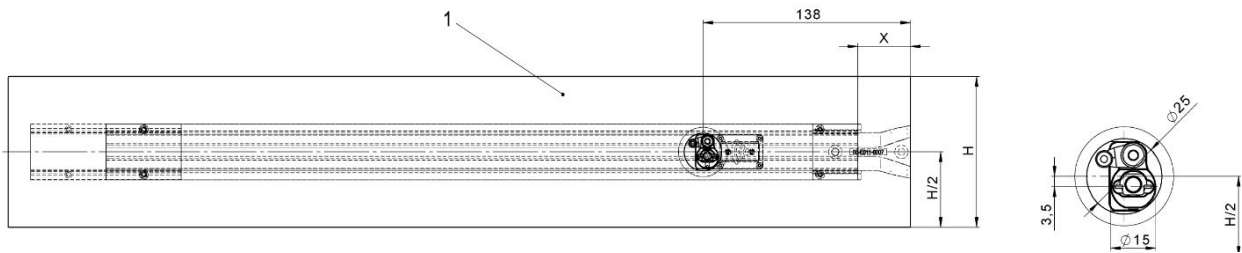
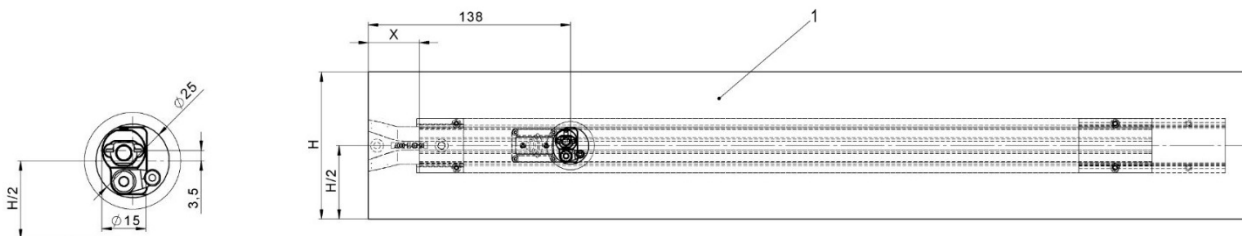

Abb. 46: Haltekonstruktion (Unterkonstruktion) (1) mit Einspeisung (Kunststoffkappe, rechts)
Abb. 49: Haltekonstruktion (Unterkonstruktion) (1) mit Einspeisung (Aluminiumkappe, links)
- Die Position des Durchgangslochs für die Einspeisung in der Haltekonstruktion (Unterkonstruktion) gemäß Abb. 44 bis Abb. 49 mittig zum Schlitz der Datenschiene festlegen. **ACHTUNG:** Die stationäre Antenne liegt außerhalb (unterhalb oder oberhalb) der Mitte (siehe Abb. 46 bis Abb. 49).
- Die Einspeisung in die Schienenhalter (2) eindrehen. Darauf achten, dass die Schienenhalter die Schiene richtig umfassen. Die Schienenhalter sind elastisch und ermöglichen somit ein einfaches Eindrehen / Einrasten der Schiene. Die Schienen sind in den Schienenhaltern verschiebbar